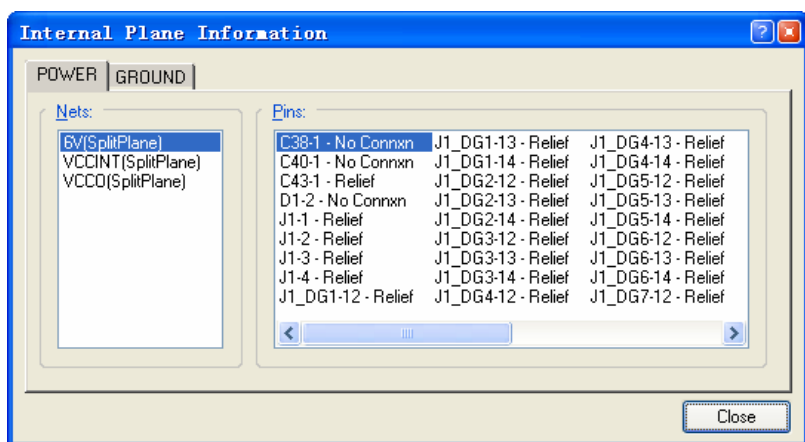

图 9.15 “Internal Plane Information”对话框
(6) 单击“Nets”选项卡中的“Pw/Gnd”按钮，打开如图 9.15 所示的“Internal Plane Information”对话框。